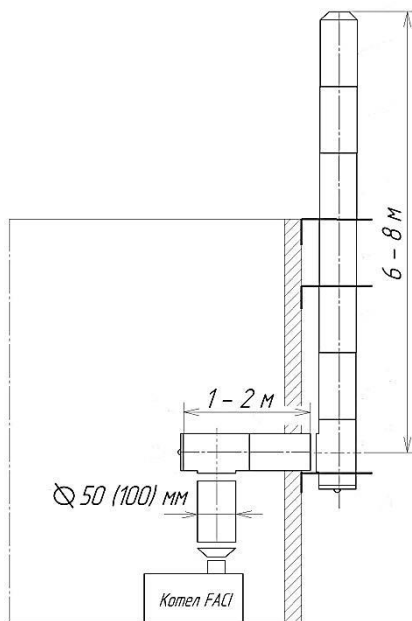

Рис. 13
2.4.8 Горизонтальный участок 90° длина 1-2 м. Вертикальный участок 6-8 метров с расширением трубы на 50-100 мм. (Расширение начинается с момента поворота) (см рис. 13).